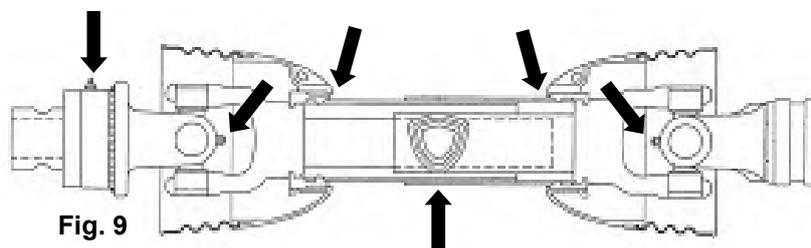

Fig. 9
- Lubrifiez la bague de retenue de toutes les protections de l'arbre d'entraînement (Fig. 9).
- Graissez le tube interne de la prise de force et les goupilles de poussée (Fig. 9).